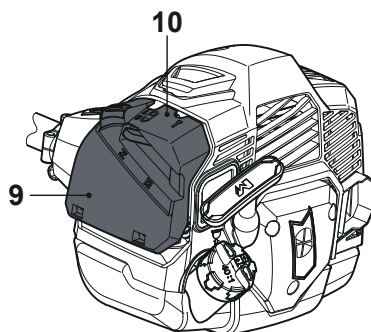

Fig. 39
- > Appuyez sur le loquet (10) et ouvrez le couvercle (9) (Fig. 39, 40).